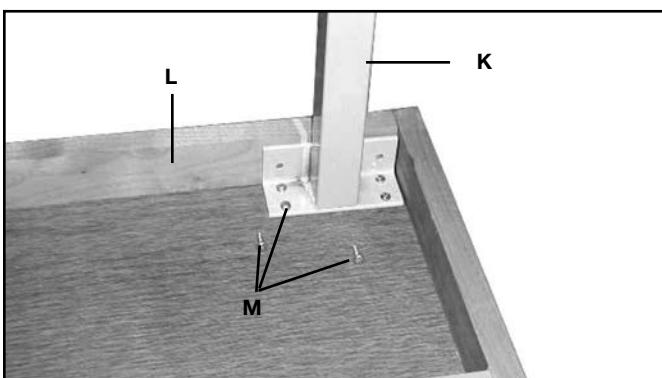
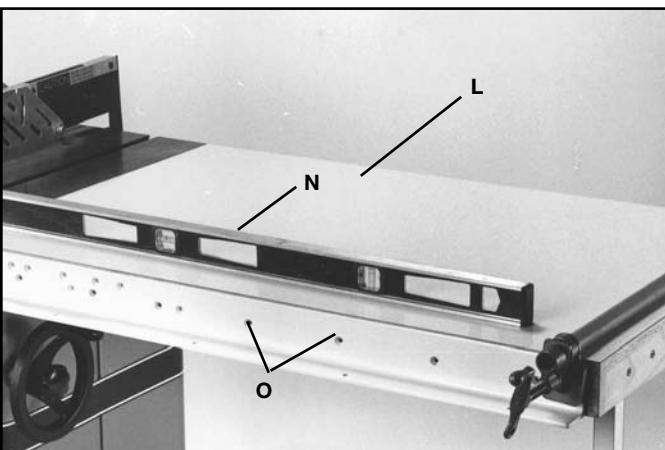

FIG. 19
FIG. 20
10. Coloque la pata del banco (K) en la esquina interior del banco de extensión (L), como se muestra en la Fig. 19.
11. Anexe la pata del banco (K) a la tabla del banco (L) con seis tornillos largos para madera de 16 mm (5/8") (M). Repita el proceso para las patas restantes.
12. Ubique el conjunto del banco (L) en la posición indicada entre el riel frontal y el trasero, como se muestra en la Fig. 20. Asegúrese de que el extremo del banco esté al mismo nivel que el banco de la sierra y, con una abrazadera de barra, ajuste los extremos de los rieles para fijar la posición del banco. Use una regla (N) para asegurarse de que el banco esté en el mismo plano y al mismo nivel que el banco de la sierra. Para esto, ajuste los tornillos de nivelación en la parte inferior de las patas de apoyo. Cuando esté seguro de que el banco está al mismo nivel y en el mismo plano que el banco de la sierra, ajuste la abrazadera de barra para fijar la posición de todos los elementos. Luego, haga orificios pasantes de 6,4 mm (1/4") en la parte frontal y trasera del marco del banco, utilizando los orificios (O) del riel como plantilla. La cantidad de orificios dependerá del largo de los rieles.